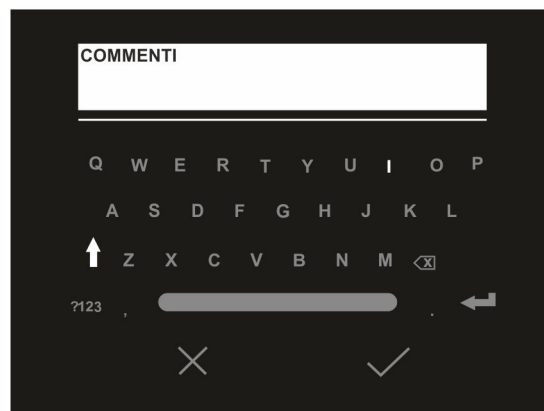

Fig. 48: Inserimento annotazione testuale nell'immagine
4. Toccare l'icona "T" per inserire un'annotazione testuale nell'immagine. La videata di Fig. 48 – parte destra è mostrata a display